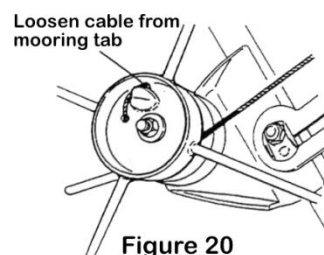

Figure 20
1. Zwolnij napięcie linki stalowej aż całkowicie nie poluźnisz jej w cumie wyciągarki. Wyciągnij linkę przez otwór w bębnie wyciągarki (Rys. 20).